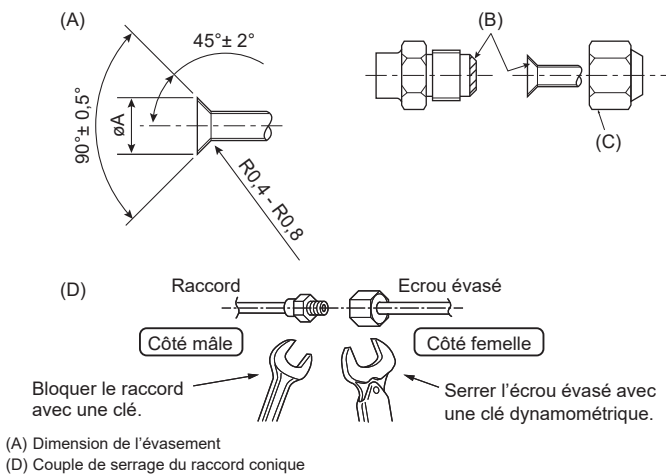

Fig. 4-1
(A)(Fig. 4-1)
(D)(Fig. 4-1)
### 4.2. Connexion des tuyaux (Fig. 4-1)